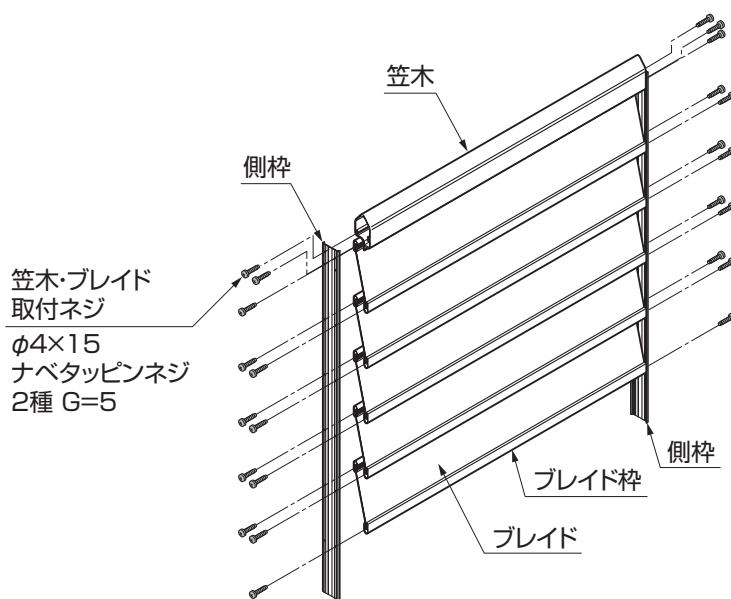
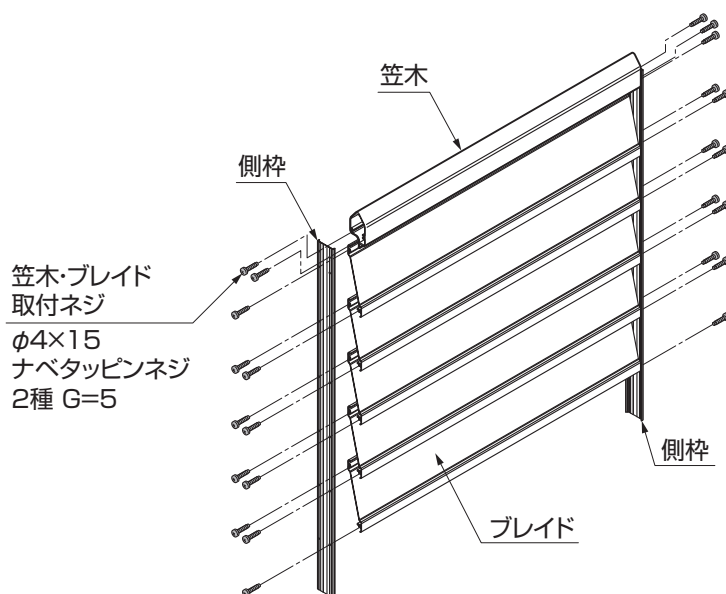
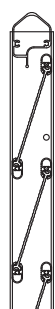
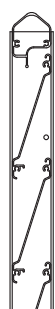

図6-1 S型・M型
図6-2 A型
図6-6 S型・M型
図6-7 A型
- ①「笠木・ブレイド枠取付ネジ」を外し、各部材を取外してください。(図6-1、図6-2参照)
- ④ ブレードや笠木を図6-6・図6-7のように配列し「笠木・ブレード枠取付ネジ」にて取付けてください。(図6-1、図6-2参照)